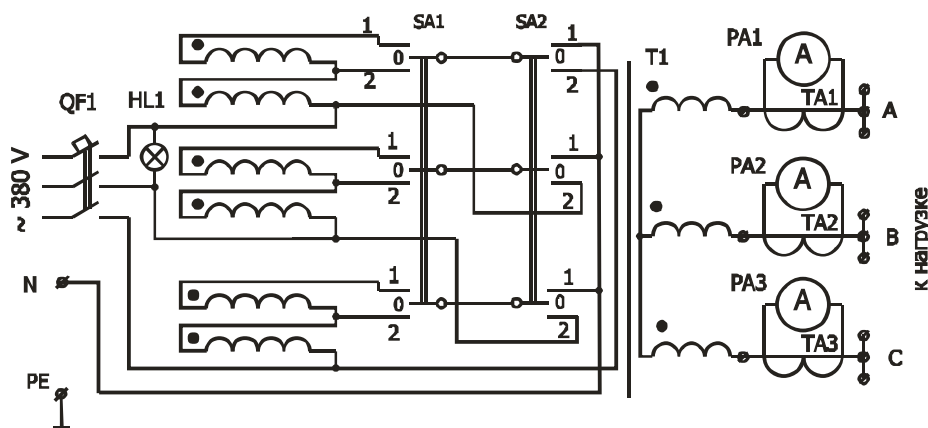

рис.3
4.5 Схема электрическая принципиальная приведена на рис. 3. Первичные обмотки понижающего трансформатора Т1 коммутируются переключателями SA1 и SA2. В зависимости от положения переключателей на вторичных обмотках получаются рабочие напряжения в соответствии с табл.2. Переключатель SA1 предназначен для изменения числа рабочих витков первичной обмотки трансформатора. Переключатель SA2 соединяет первичные обмотки в звезду (положение 1) или треугольник (положение 2).
Перечень элементов к схеме электрической принципиальной (рис.3):